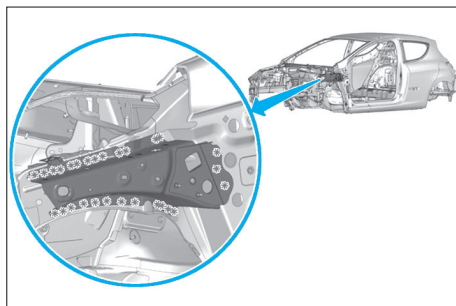

FIG. 28
- Fraiser les points de soudure du renfort d'aile avant (Fig.28).